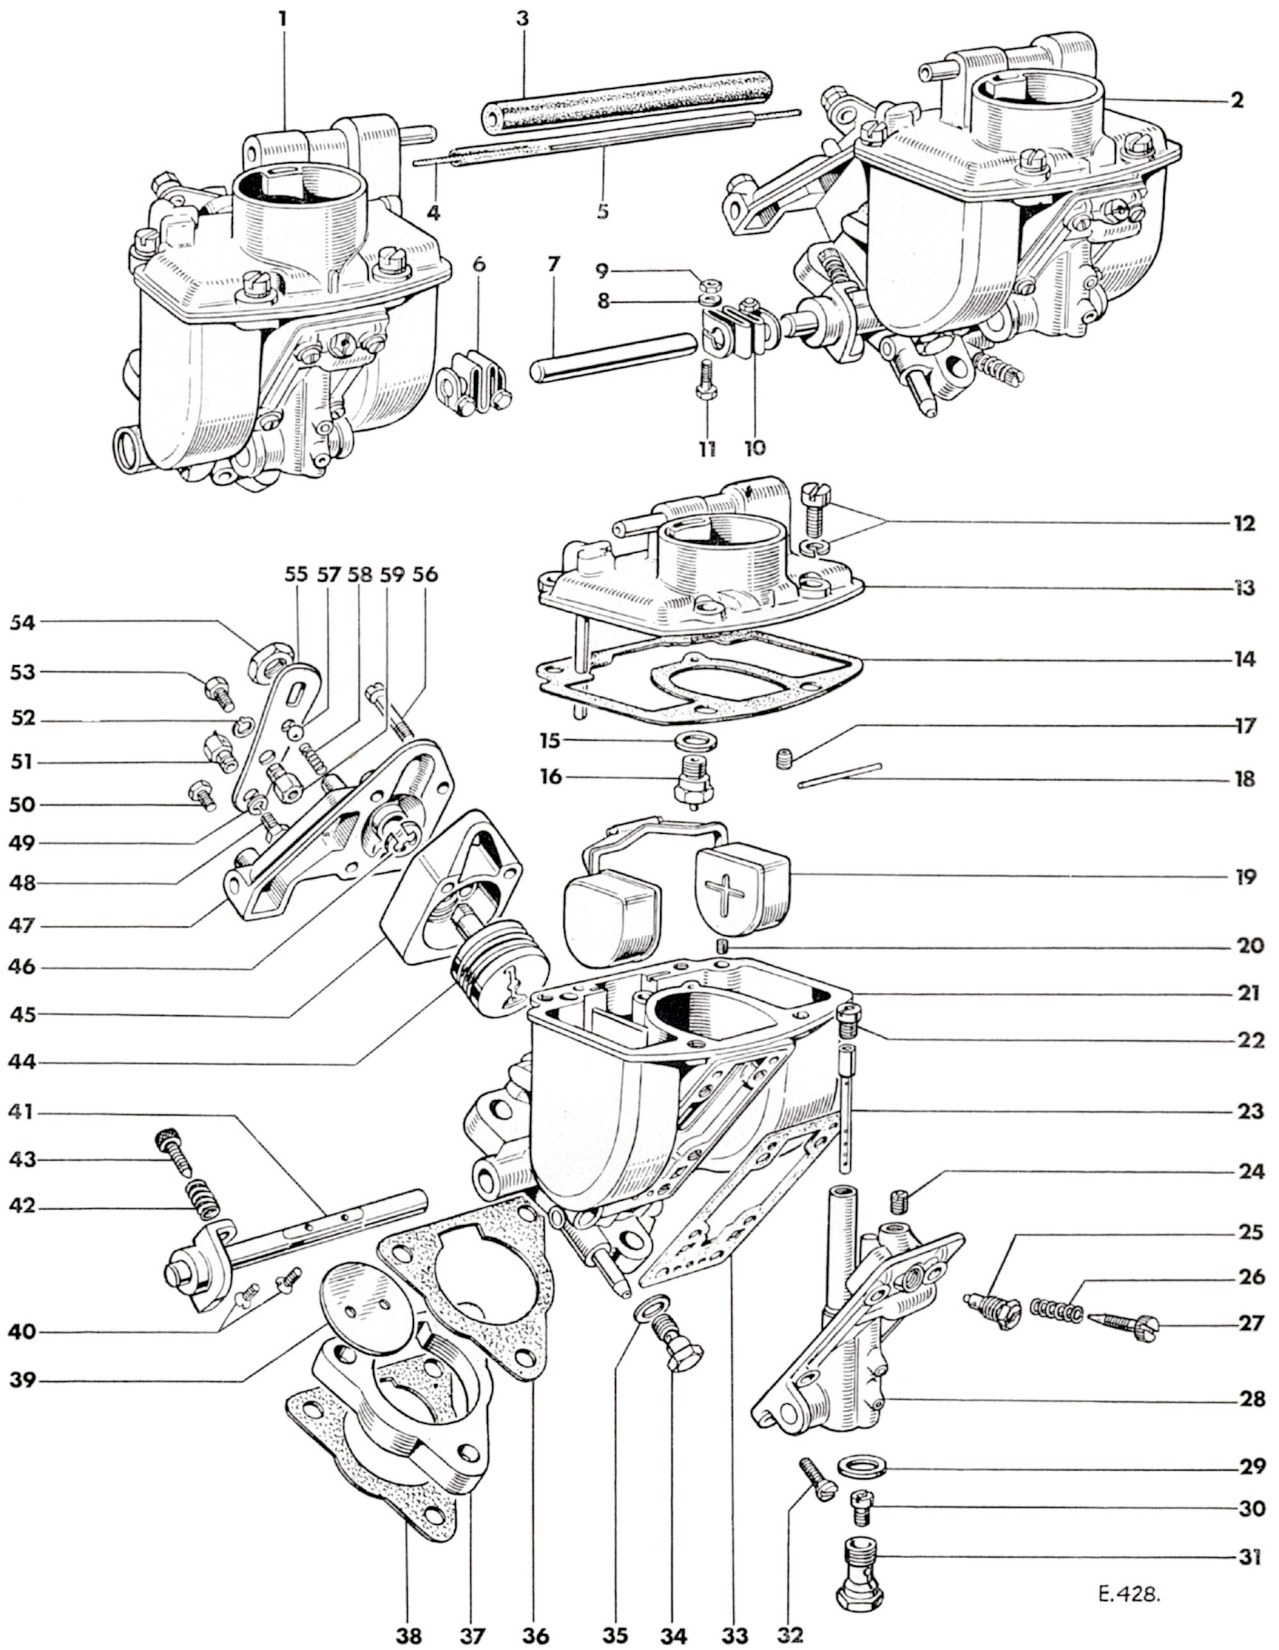

Fig. 39. Vue éclatée du carburateur semi-inversé Solex B32.1H
Légende de la Fig. 39
Décrocher le ressort de rappel de la barre d'accouplement du papillon (7) (Fig. 39). Desserrer les boulons de serrage (11) et retirer les ressorts d'accouplement (6) et (10) des axes de papillon.
Démontage (Fig. 39)